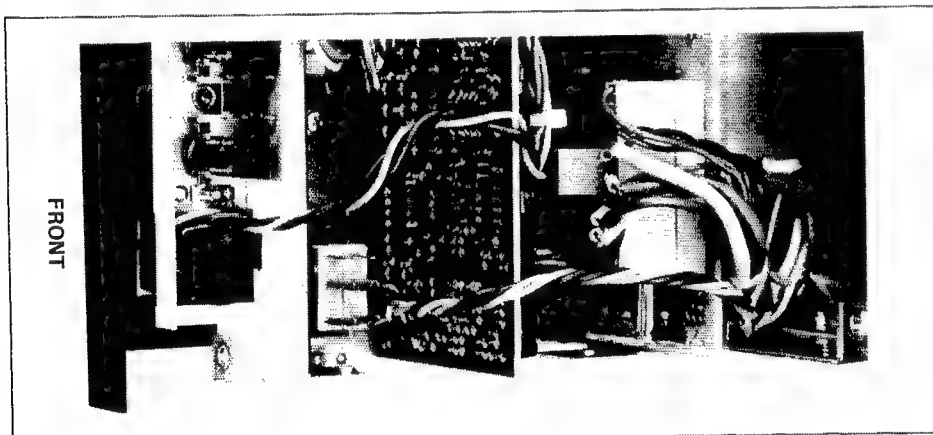

Fig. 2.5
- Auf der rechten Seite die 18-polige Stiftleiste und die 4 Flachstecker ausziehen (Fig. 2.5).
- Unplug the 18-pin multipoint connector and the 4 flat connectors (Fig. 2.5).
- Retirez, sur le côté droit, le connecteur 18 broches et les 4 connecteurs plats (fig. 2.5).